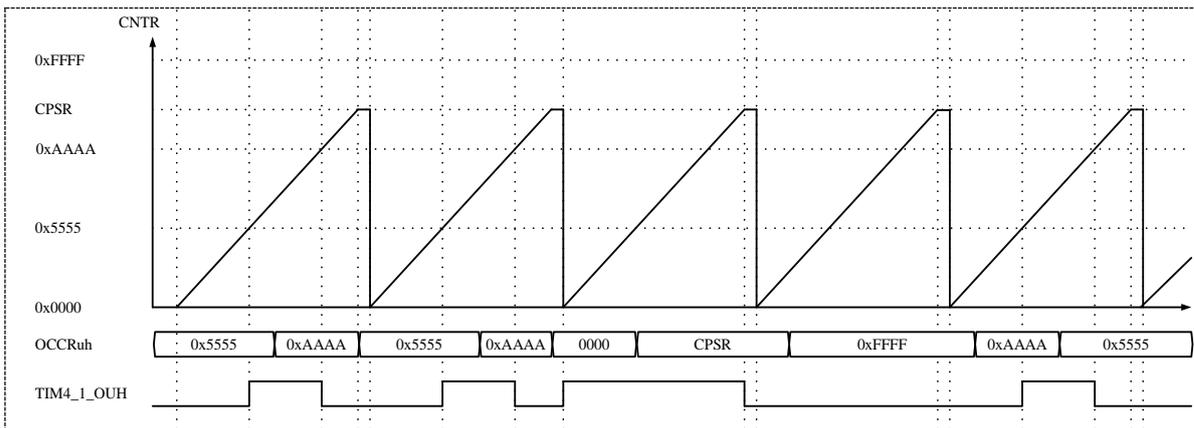

图 15-6 锯齿波模式波形输出例
1) 下图 15-6 是锯齿波计数模式下的比较输出模块的波形输出示例。